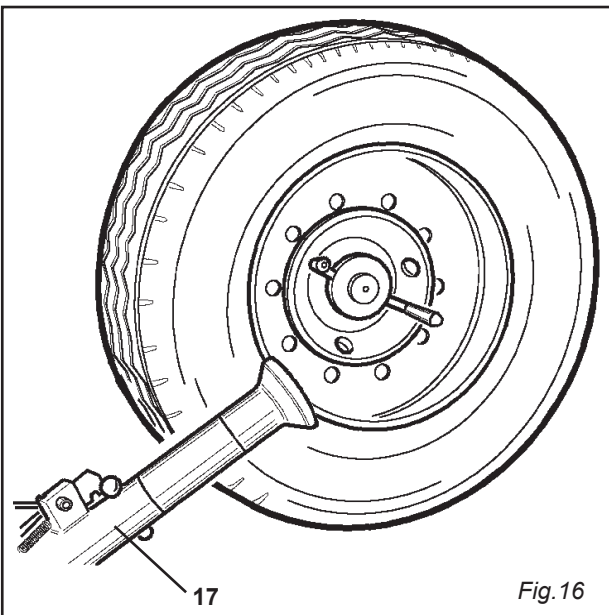

Fig. 16
- 3) Agendo sulle leve (3) (4) fare in modo che il rullo di smontaggio si posizioni in prossimità del bordo del cerchio. (Fig. 16)